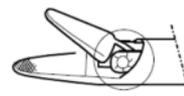

図1
- 3) 先端部のジョイント部分に小さなひび等の表面上の変化がないか確認すること。(図1)